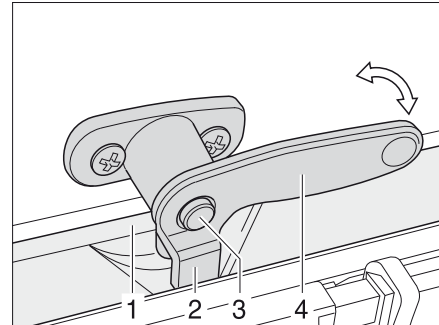

Bild 76 Låsspak med låsknapp i läget "stängd"
- Tryck på låsknappen (Bild 76,3) om sådan finns och håll den nedtryckt.